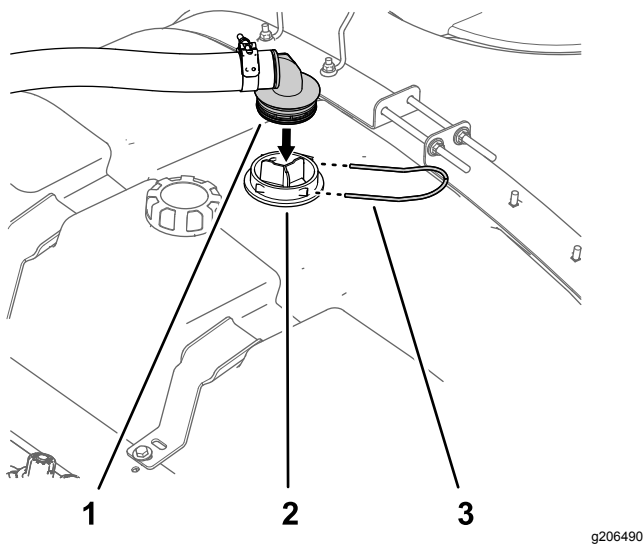

Figura 15
1. Alinhe a união estriada de 90° do tubo de fornecimento com a caixa do filtro de sucção (Figura 15).
2. Prenda a união estriada de 90° na caixa (Figura 15) com a forquilha de retenção que retirou no passo 4 de Preparar o depósito do pulverizador (página 7).